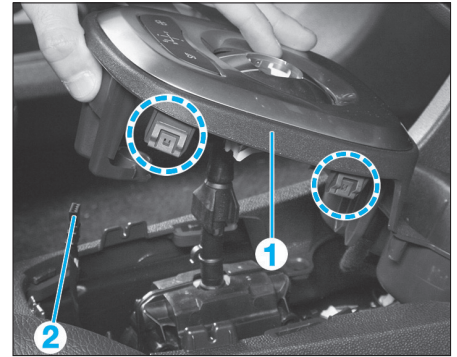

Fig. 23
- Dégrafer l'enjoliveur de levier de vitesses (1) et débrancher le connecteur (2) (Fig.23).